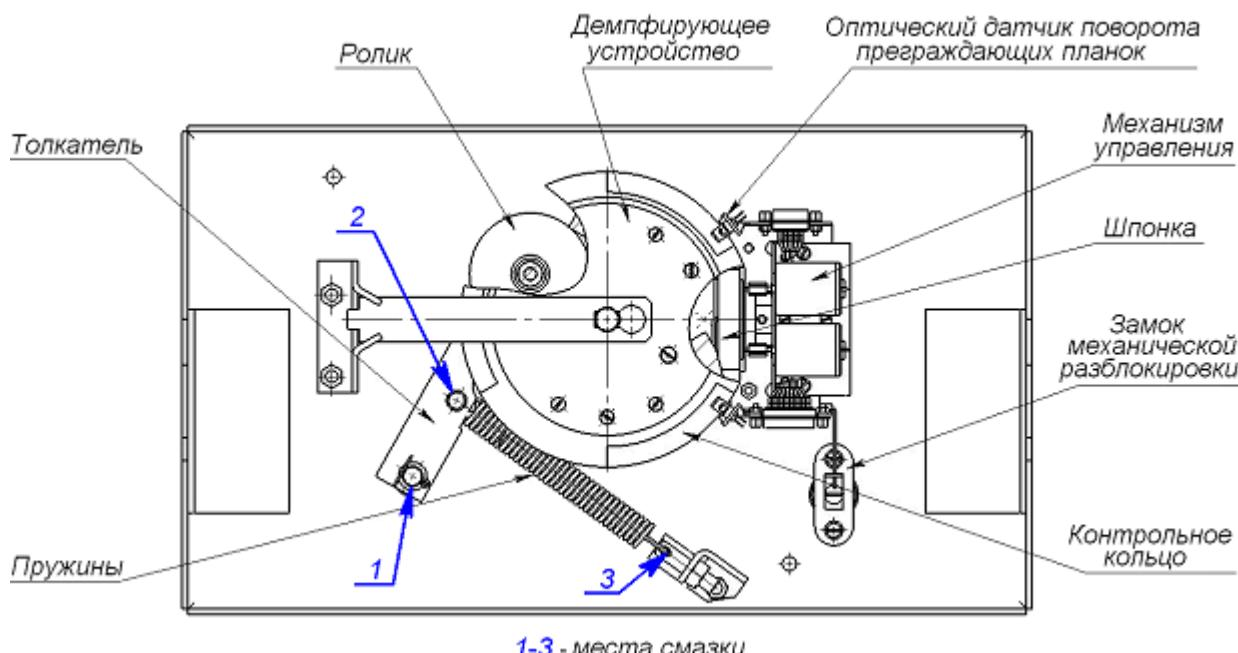

Рисунок 16. Узел вращения стойки ЭП
2. Снимите крышку (3) в порядке, указанном в разд. 6 и положите ее на ровную устойчивую поверхность.
3. Осмотрите устройство поворота (толкатель, пружины и ролик), оптические датчики поворота преграждающих планок и демпфирующее устройство (см. рис. 16).
- четыре втулки на устройстве поворота – две на оси вращения толкателя и две на оси крепления пружин, а также отверстия в деталях крепления пружин, по две - три капли масла в каждое место смазки (места смазки указаны на рис. 16);
- механизмы секретности замка механической разблокировки (7) и замка крышки (4) со стороны замочной скважины.